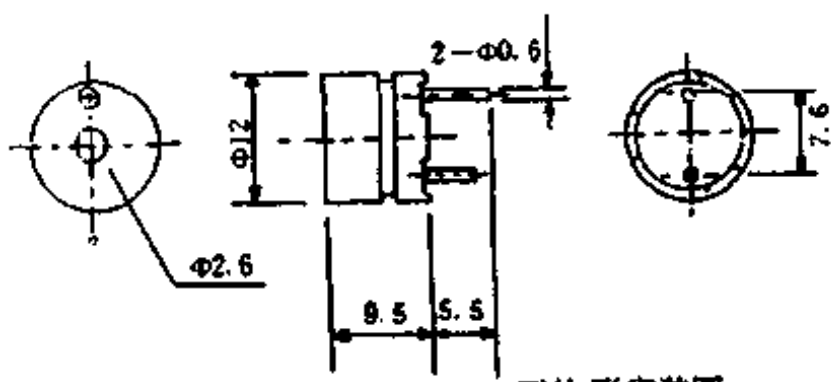

图 2-19 YMD-12095 I (I)型外形安装图
1. YMD-12095-(I)型,该音响器是国家专利产品,在1991年获国际专利新技术新产品“优秀项目奖”;91年江苏省讯响器集中测试各项指标合格,并获“优秀奖”;获一、二届中国专利新技术、新产品博览会“优秀奖”;首届中国金榜展技术博览会“金奖”。该产品主要特点:(1)自带音源;(2)体积小($\Phi 12 \times 9.5\text{h}$);(3)重量轻($< 2\text{g}$);(4)功耗低(额定电流 $\leq 25\text{mA}$);(5)声压高($\geq 87\text{dB at } 10\text{cm}$);(6)工作频率 $2300 \pm 300\text{Hz}$;(7)环氧胶灌封。使用方便,适用范围广,额定电压分1.5V、3V、5V、9V、12V 5个档次,工作电压范围1.25~16V。在温度 $-30 \sim 75^\circ\text{C}$ 能正常工作。适用于洗衣机定时,空调器遥控,电冰箱控制,摩托车转向,高档万用表等各种仪器仪表等。器件外形如附图2-19所示。